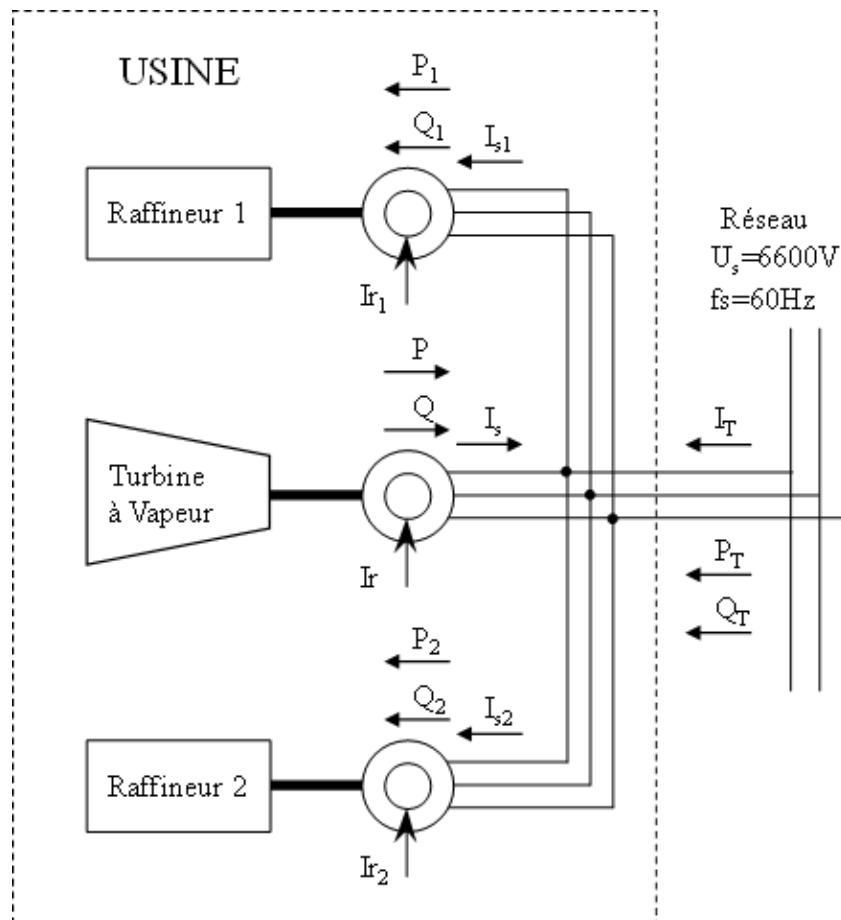

Figure 1 Réseau de l'usine avec conventions de signe sur les puissances échangées
Dans l'usine dont le réseau interne est représenté sur la Figure 1, chaque raffineur est entraîné par un moteur synchrone. Sur le site de l'usine, une turbine à vapeur alimentée par une chaudière qui brûle des déchets du procédé industriel entraîne une génératrice synchrone qui produit de l'électricité dans le réseau interne de l'usine.
Le réseau de l'usine est relié au réseau infini moyenne tension $U_S = 6600V$ (valeur efficace ligne à ligne) à $f_S = 60Hz$. On note P_T la puissance active totale et Q_T la puissance réactive totale échangées par toute l'usine avec le réseau avec les conventions de signe de la Figure 1.
Dans tout le problème, les valeurs algébriques de P_T , Q_T , P_1 , Q_1 , P_2 , Q_2 , P , Q sont positives lorsque les puissances circulent effectivement dans le sens indiqué par les flèches imposées par convention sur la Fig.1.
- 1- Écrire l'expression littérale des bilans de puissance active et réactive au point de raccordement de l'usine au réseau avec les conventions de signe de la Figure 1. Calculer la valeur algébrique de la puissance active P_T échangée au point de raccordement de l'usine au réseau. L'ensemble de l'usine produit-elle effectivement de l'énergie électrique au réseau d'alimentation ou consomme-t-elle de l'énergie électrique fournie par celui-ci ?
- 2- Quelles sont les valeurs minimales des courants inducteur I_{rmin1} , I_{rmin2} , I_{rmin} que l'on peut appliquer aux trois machines synchrones pour que le réseau d'usine soit à la limite de stabilité et fonctionne effectivement avec les puissances actives imposées? Représenter au propre séparément les trois diagrammes vectoriels des trois machines pour ce point de fonctionnement avec les conventions de signe définies sur la Figure 1. Calculer les Fems à vide de chaque machine E_1 , E_2 , E . Calculer les valeurs efficaces des courants I_{s1} , I_{s2} , I_s , I_T , les facteurs de puissance $\cos\phi_1$, $\cos\phi_2$, $\cos\phi$ des trois machines et le facteur de puissance de l'usine $\cos\phi_T$. Calculer les valeurs algébriques des puissances réactives Q_1 , Q_2 , Q , Q_T échangées définies par les conventions de signe de la figure 1. L'ensemble de
- 3- Quelles sont les valeurs des courants inducteur I_{r1} , I_{r2} , I_r que l'on doit appliquer pour que les valeurs efficaces des courants I_{s1} , I_{s2} , I_s dans les trois machines soient minimales ainsi que la valeur efficace du courant total I_T dans la liaison reliant le réseau à l'usine? Représenter au propre séparément les trois diagrammes vectoriels des trois machines pour ce point de fonctionnement avec les conventions de signe définies sur la Figure 1. Calculer les valeurs algébriques des puissances réactives Q_1 , Q_2 , Q , Q_T échangées définies par les conventions de signe de la Figure 1. Calculer les valeurs efficaces des courants I_{s1} , I_{s2} , I_s , I_T et les facteurs de puissance $\cos\phi_1$, $\cos\phi_2$, $\cos\phi$, $\cos\phi_T$.